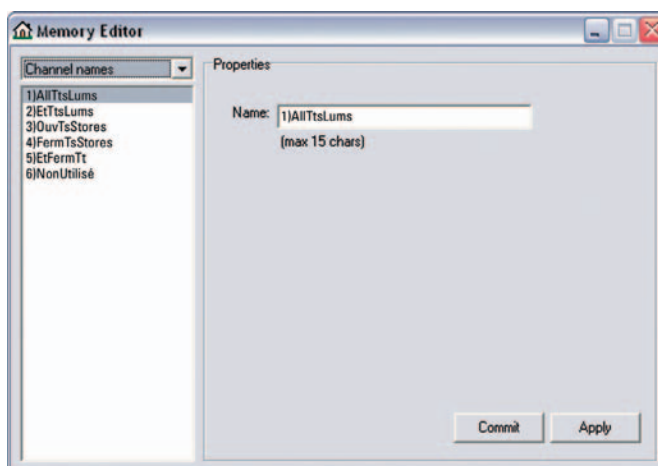

Figure 17 : Tapez dans le champ situé à droite le nom à donner à l'entrée.
- 2) tapez dans le champ situé à droite le nom à donner à l'entrée (voir la figure 17);